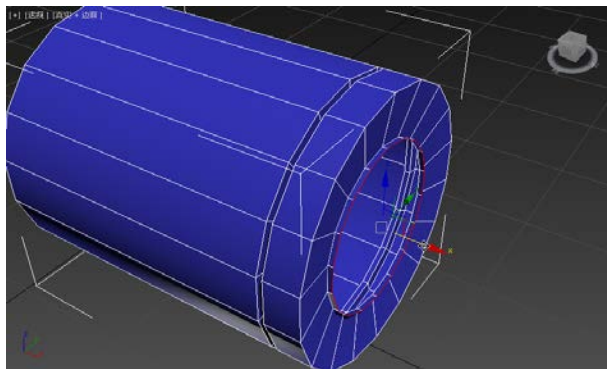

图 3-1-10 移动生成多边形
STEP 10 按住【Shift】键并使用【选择并移动】工具，将视图中的边界沿 Z 轴向外移动，生成多边形，如图 3-1-10 所示。